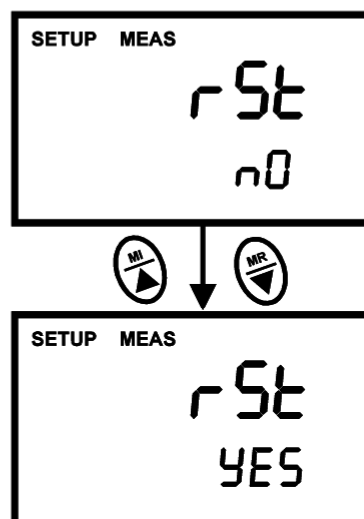

图 33 - P5.0: 恢复出厂设置数值
3. 按 **ENTER** 键进入参数 **P5.0**。参见图 33。